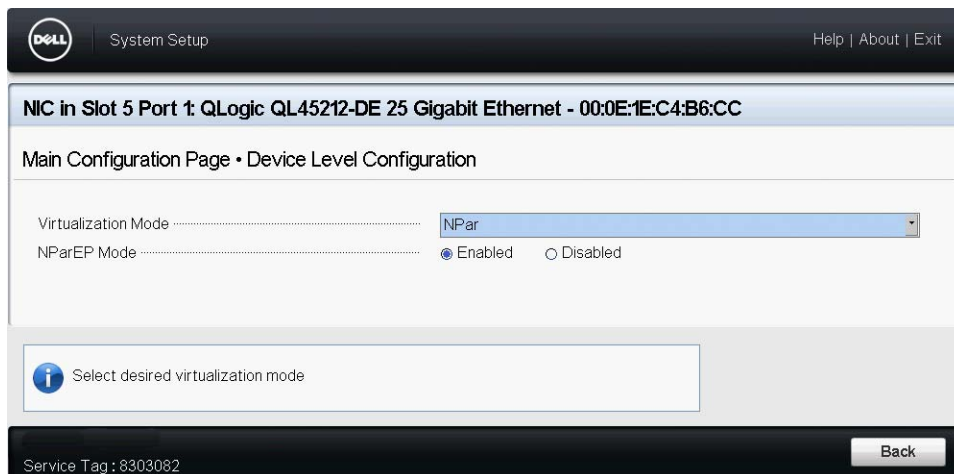

Figura 5-7. Configuración del sistema: Página Device Level Configuration (Configuración de nivel del dispositivo)
La configuración de nivel de dispositivo incluye la activación de la virtualización de E/S-raíz única (SR-IOV) y el particionamiento NIC, y la activación o desactivación de NPAReP. Para realizar la configuración de nivel de dispositivo, seleccione **Device Level Configuration** (Configuración de nivel de dispositivo) en la página de configuración principal y, a continuación, haga clic en **Finish** (Finalizar). La Figura 5-7 muestra la página de Configuración de nivel de dispositivo.
2. En la página de configuración de nivel del dispositivo (Figura 5-7), haga clic en **Virtualization Mode** (Modo de virtualización) y, a continuación, seleccione entre las siguientes opciones: